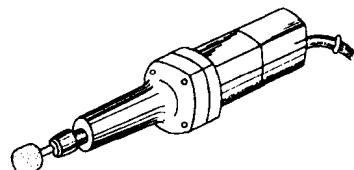

图 1-23 电磨头
(2) 电磨头 电磨头见图1-23，它是一种高速运转的磨削工具。适用于零件的修理、修磨和除锈。使用电磨头时，应注意以下几点：